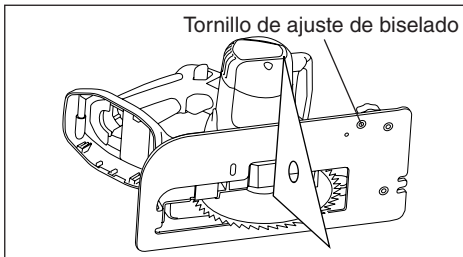

Fig. 7
- Para ajustar el biselado del corte en 90 grados, utilice un triángulo. Para hacer un ajuste fino de biselado, utilice el tornillo de ajuste de biselado en la base (Consulte la Fig. 7).